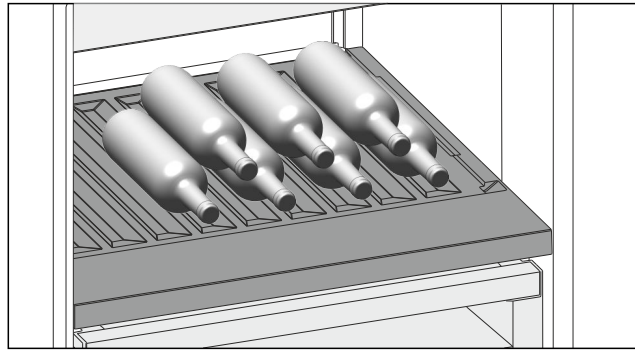

Fig. 123 Примерное изображение
- ▶ Бутылки укладывайте дном к задней стенке. (см. Fig. 123)